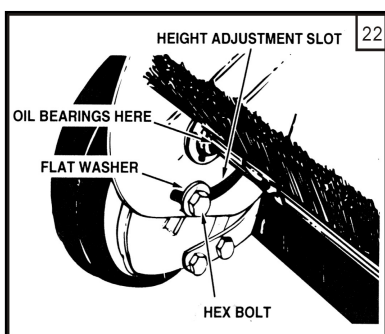

Fig. 22: Højdejustering
4. (Fig. 22) Smør børste-akslen ca. to gange om året med et par dråber tynd olie.